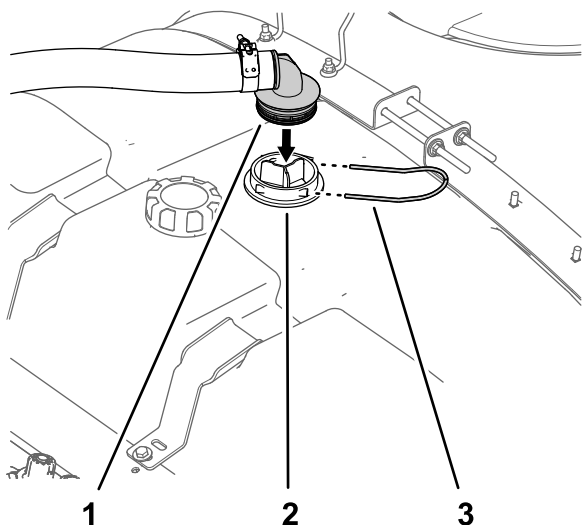

Figura 18
- Alinee el acoplamiento dentado de 90° de la manguera de alimentación con el alojamiento del filtro de aspiración (Figura 18).
2. Sujete el acoplamiento dentado de 90° al alojamiento (Figura 18) con la horquilla de retención que retiró en el paso 1 de Retirada del depósito de enjuague \(página 5\).